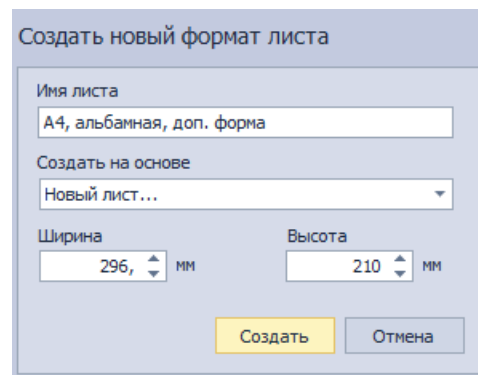

Рис. 64 Ввод ширины и высоты
- Укажите размеры листа в полях «Ширина» и «Высота», если шаблон создается на основе «Новый лист», Рис. 64.